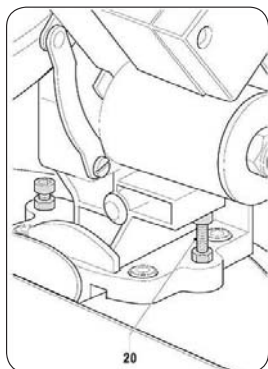

FIGURA 8.3
- Utilizar um esquadro para checar o ângulo entre a lâmina da serra e a mesa inferior (12). Se o ângulo não mede 90° segure ajuste abaixo:
- Afrouxar o manípulo trava-ângulo (6) e mova a mesa superior de modo que a lâmina da serra esteja no ângulo de 90°.
- Afrouxar a contra porca do parafuso de ajuste e aperte o parafuso de ajuste no sentido horário ou anti-horário até alcançar 90°. Aperte a contra porca Figura 8.3.